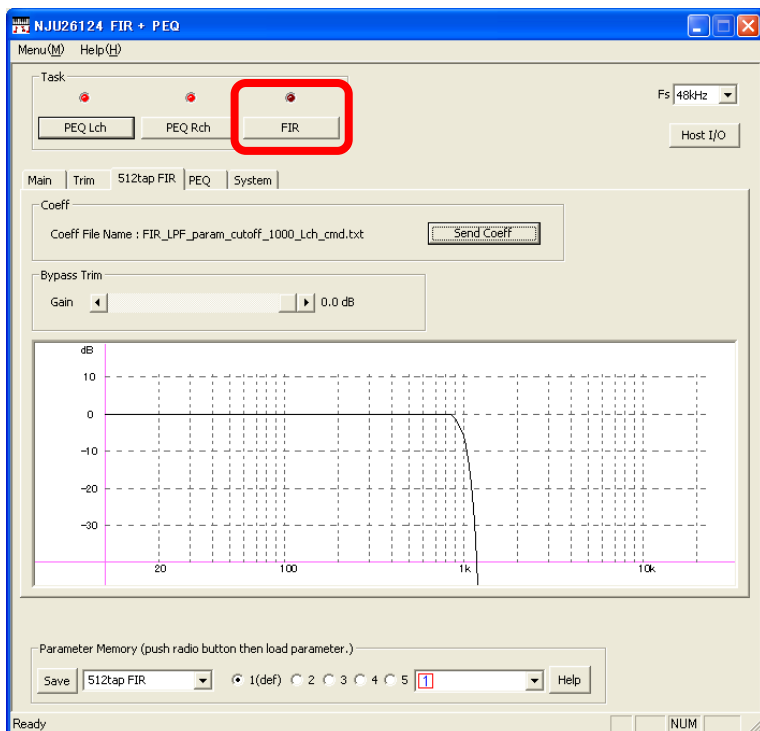

図 6.7 512tap FIR 制御画面（機能オフ）
5. フィルタ係数を全てロードすると、周波数特性を表示します。図 6.7 に 512tap FIR 制御画面（機能オフ）を示します。